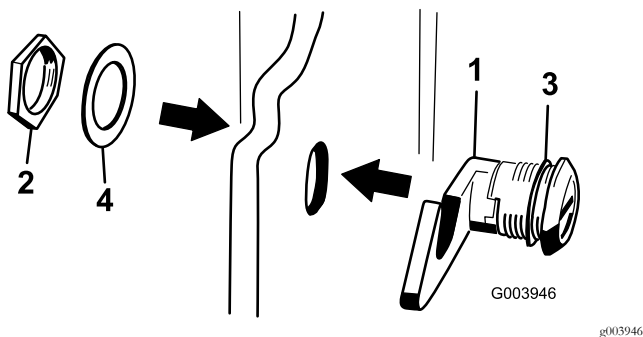

Bild 6
3. Nehmen Sie die Mutter vom Motorhaubenriegel ab (Bild 6).
- Setzen Sie das Hakenende des Riegels von außen durch das Loch in der Motorhaube; stellen Sie sicher, dass die Gummidichtungsscheibe an der Außenseite der Motorhaube bleibt (Bild 6).